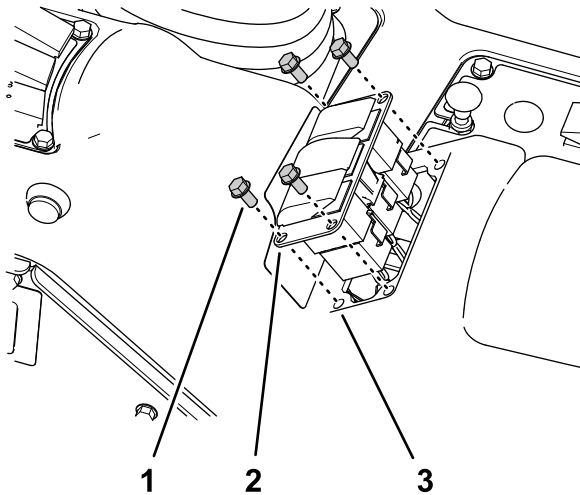

図 33
1. 3スイッチパネルを制御コンソールに固定しているフランジヘッドねじ $\frac{1}{4} \times \frac{1}{2}$ "4本を外す 図 33。
3. 車両用ワイヤハーネスのうち、**Rate Switch**というラベルのついた8ソケットコネクタを、スイッチの8ピンコネクタから外す 図 33。
6. 3スイッチパネルの穴に、スイッチプラグを合わせる 図 33。
7. 3スイッチパネルにスイッチプラグを押し込む。プラグがパチンと音を立てて嵌るまで押し込む 図 33。